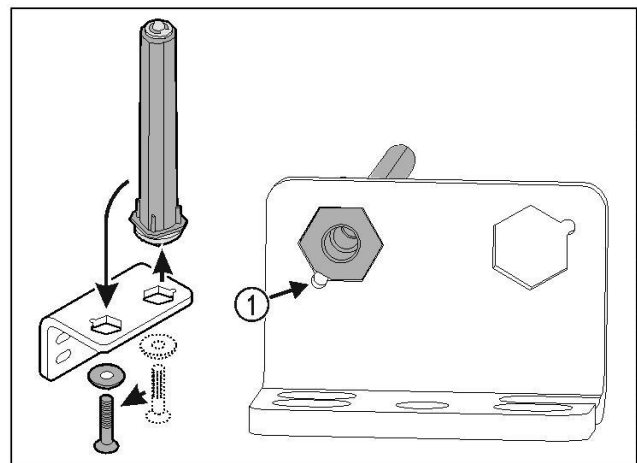

Fig. 35
- || Let erop dat bij het plaatsen de boutafschuining Fig. 35 (1) naar het ronde gat wijst.